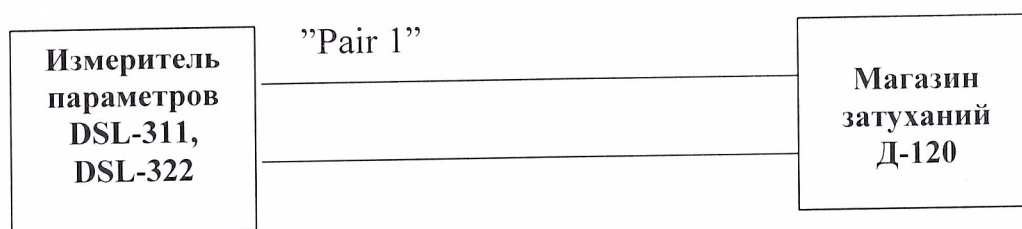

Рис.8.2.
8.3.2.1 Соберите схему согласно рис. 8.2